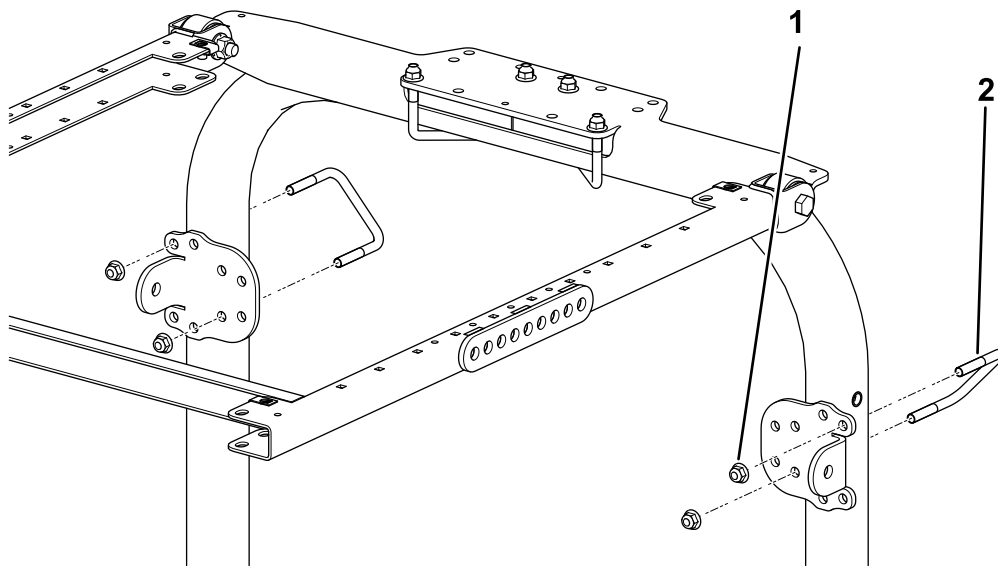

Bild 44
4. Befestigen Sie jede Strebenhalterung lose mit einem U-Bügel ($3\frac{7}{8}$ " x $2\frac{3}{4}$ ") und zwei Bundmutter in den in Bild 44 abgebildeten Befestigungslöchern an den Streben des Überrollbügels.